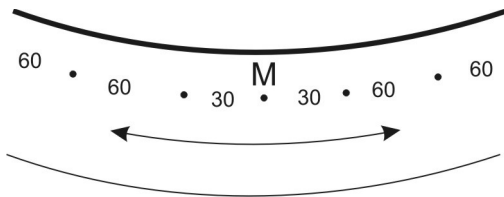

Abb. 2.1
## Schritt 2: Befestigung von Haken und Spannern, Löcher für Stifte (Abb. 2.1 bis 2.5)
Im Abstand vom 60 cm sind vom Ausgangsmesspunkt „M“ ca. 5–10cm unter dem Handlauf die Stellen für Haken (13) rundum das Becken zu markieren (vom Haken zu Haken immer ca. 60 cm. Abb. 2.1. Zusätzlich sind zwei Markierungen für Haken im Abstand vom 30 cm rechts und links vom Ausgangsmesspunkt „M“ zu markieren.